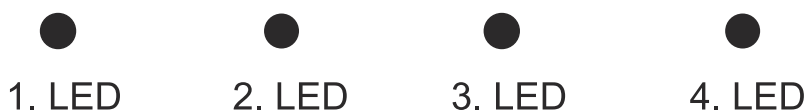

Fig. 28: LED indikatorer på emhætte
Emhætten skal have strøm og afbryderen i emhætten skal stå tændt. Tryk nu og hold tænd/sluk knappen på fjernbetjeningen nede i 4 sekunder, hvorefter der vil kunne høres et bip fra emhætten. Nu skulle alle led indikatorer (Fig. 28) blinke konstant. Hvis der ikke ses konstant blinken, så har emhætten formentlig været i auto tilstand og tilstanden nu er deaktiveret. Gentag proceduren igen i så fald, for at aktivere auto-tilstand.
Når emhætten aktiveres i auto-tilstand vil 4. LED indikator (Fig. 28) blinke i 20 sekunder. Herefter vil den 4. LED indikator (Fig. 28) konstant lyse, når motor ikke opererer.
- ⇒ LED indikatorerne på emhætten vil begynde at blinke konstant i 2 grupper: Nu har silverconnect forbindelse med emhætten. (Fig. 28)
Nu skulle emhætten være i programmet for ændring af auto-tilstand niveau. Det ses også på LED indikatorerne (Fig. 28) at de lyser efter niveauet. Ved niveau "1" lyser led indikator 1 i omløb med de andre, ved niveau "2" lyser LED indikator 2 i omløb med de andre, osv.
Ved hvert tryk på trin 3 på fjernbetjeningen ændres niveauet, som kan ses på LED indikatorerne (Fig. 28) på emhætten. (Indstillings-tiden er 10 sekunder, hvis ikke der trykkes på noget i 10 sekunder, vil programmet lukkes ned. Ved hvert tryk på trin 3 på fjernbetjeningen, vil de 10 sekunder's indstillingstid fornyes yderligere med 10 sekunder).
Når auto-tilstand er aktiv vil det kunne ses på 4. LED indikator (Fig. 28) som konstant vil lyse, når emhætten ikke er i drift.